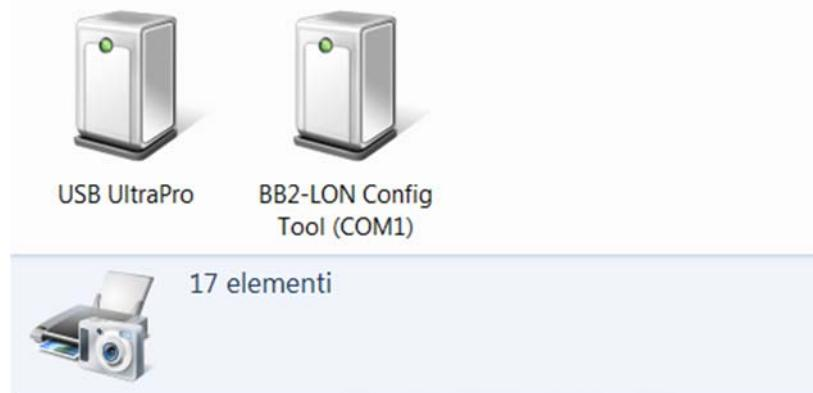

Figura 5: Dispositivi e stampanti
3. Scegliere come Device BB2-2010, la porta di comunicazione COM associata alla porta USB (per conoscere il numero della COM su Windows: Start->Dispositivi e stampanti, vedi Figura 5), premere quindi "Connect".